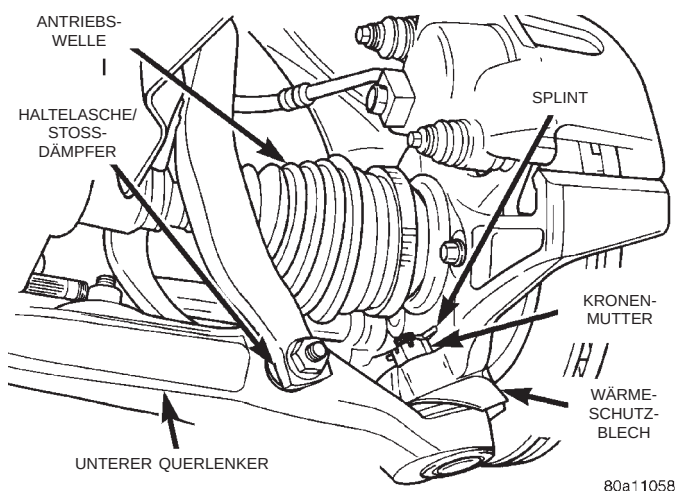

Abb. 67 Befestigung des unteren Kugelgelenks am Achsschenkel
(12) Splint und Kronenmutter (Abb. 67) vom Gewindebolzen des unteren Kugelgelenks am Achsschenkel abbauen.